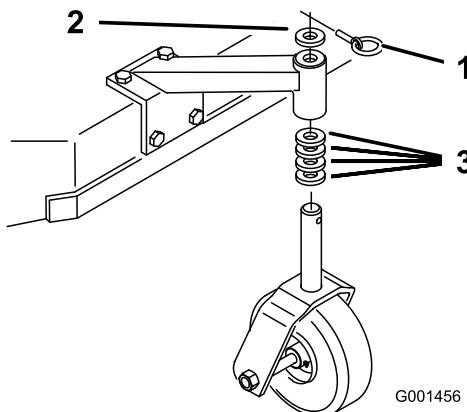

Bild 17
- Stellen Sie die Distanzstücke des Laufrads entsprechend des ausgewählten Achenlochs ein (Bild 17), siehe Schnitthöhentabelle \(Seite 21\).
- Entfernen Sie den Arretierbolzen, schieben Sie das Laufrad von der Stütze und ändern Sie die Distanzstücke (Bild 17).
- Montieren Sie das Laufrad in der Stütze und setzen Sie den Arretierbolzen ein (Bild 17).